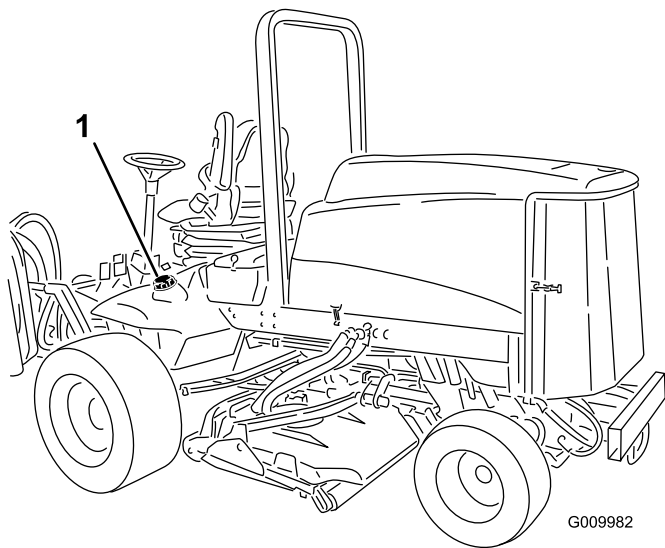

Bild 15
1. Schrauben Sie den Tankdeckel ab (Bild 15).